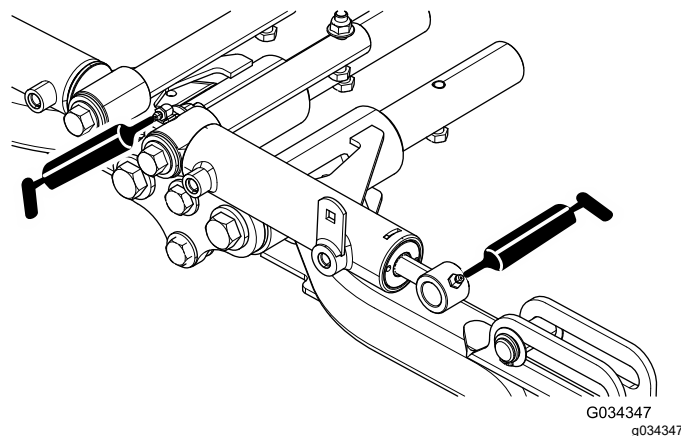

Рисунок 57
- Цилиндры поворота и подъема передних подъемных рычагов (3 шт.); см. Рисунок 57.